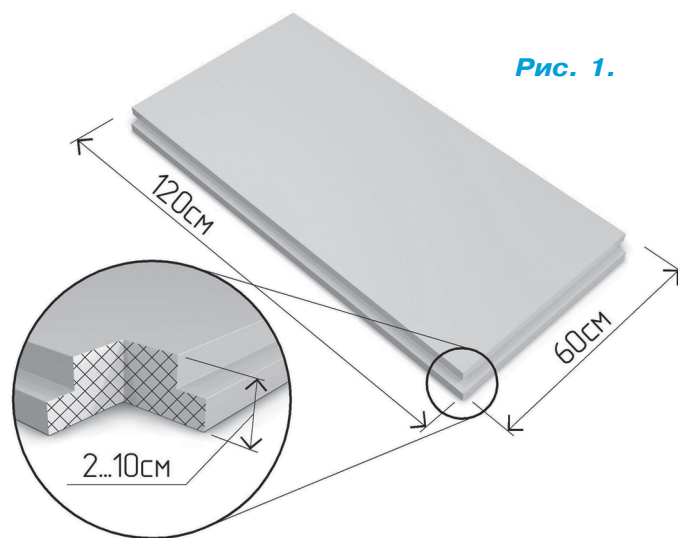

Рис. 1.
**Д**ля создания моделей, в том числе в стиле кубопризматизма, обычно используется листовая утеплитель из экструдированного пенополистирола. В строительных магазинах он представлен в виде стандартных плит шириной 60 см, длиной 120 см и толщиной от 2 см до 10 см (см. рис. 1). Этот материал технологически прост в обработке и химически безопасен для здоровья. Он не боится воды и не подвержен гниению. Имеет стабильно выдержанную толщину. При относительно низкой плотности довольно прочен.